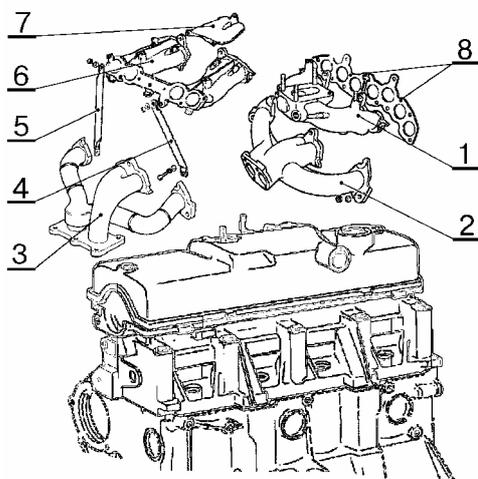

Рис.17.
- снять трубу 1, рис.17, впускную, коллектор 2 выпускной и прокладки 8 (головка сменная 13, гайковерт типа ИП – 3111 или вороток и удлинитель).